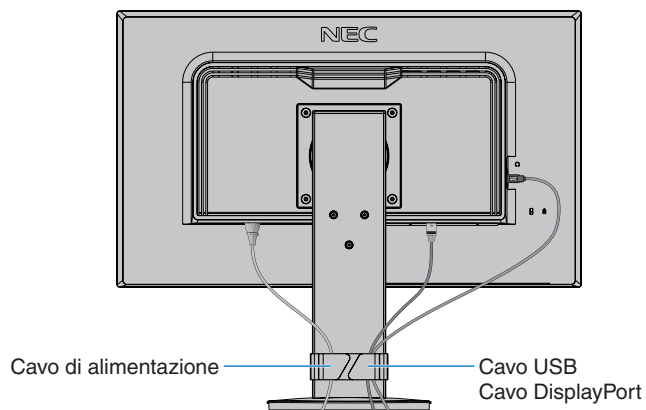
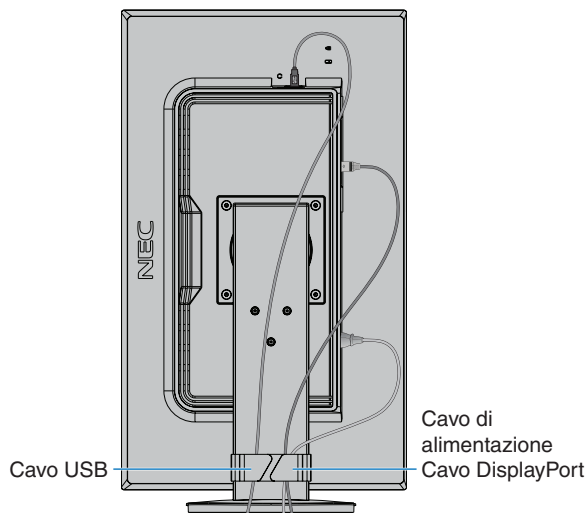

Figura 5
Figura 6
5. Controllare che sia possibile alzare e abbassare lo schermo del monitor dopo aver installato i cavi (**Figura 5** e **Figura 6**).